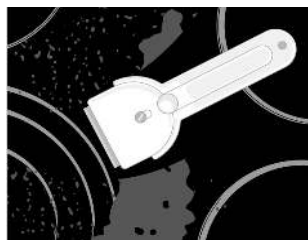

рис. 4
■ **Сахар и сладкие блюда** могут сильно повредить стеклокерамическую поверхность (рис. 5), поэтому во избежание повреждения поверхности немедленно удаляйте их с помощью скребка, даже если варочная поверхность еще не остыла (рис. 4).